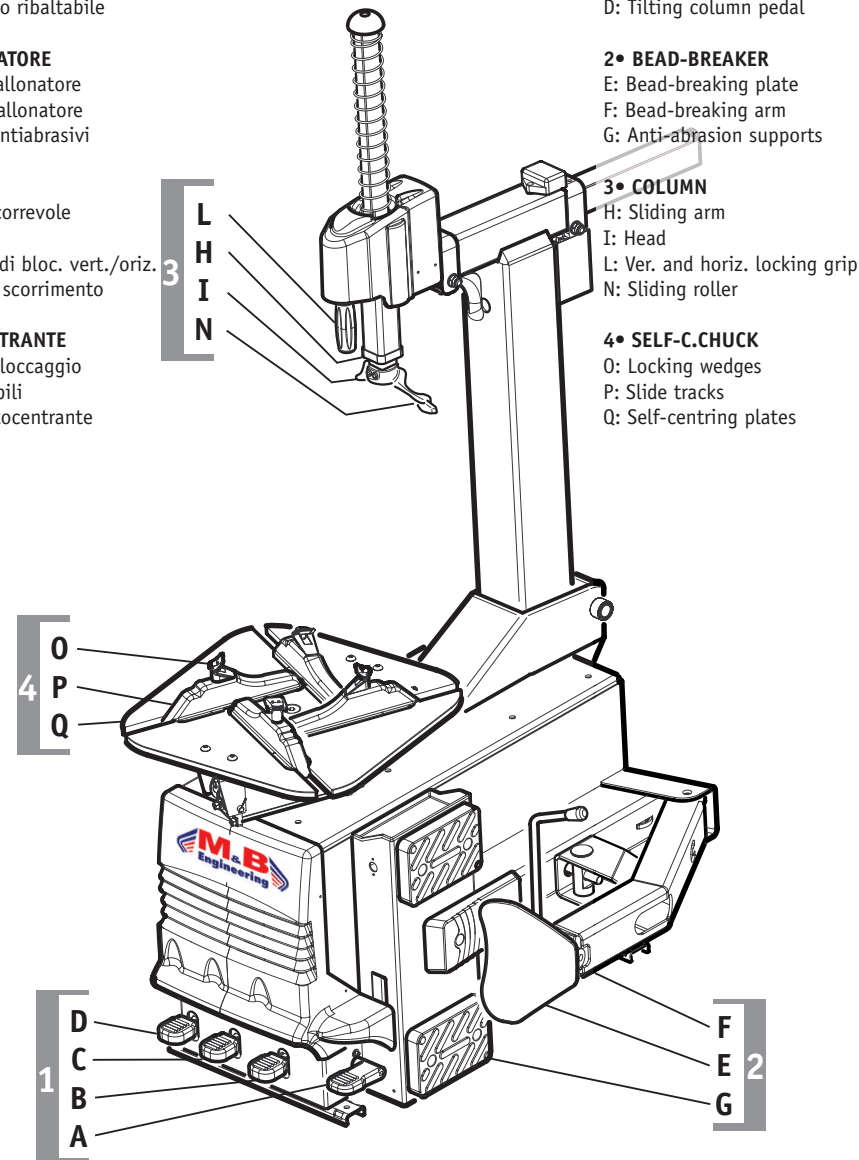

fig.1
PEDALIERA (fig.1) (1)
STALLONATORE (fig.1) (2)
GRUPPO PALO (Fig.1) (3)
AUTOCENTRANTE (Fig.1) (4)
PEDAL CONTROLS (fig. 1)(1)
BEAD BREAKER (fig. 1) (2)
COLUMN UNIT (Fig.1) (3)
SELF-CENTERING CHUCK (Fig.1) (4)
PEDALIER (fig.1) (1)
AUTOCENTREUR (fig.1) (4)
FÜRSCHALTUNG (Abb. 1) (1)
ABDRÜCKER (Abb.1) (2)
TRAGSÄULENGRUPPE (Abb.1) (3)
SELBSTZENTRIERER (Abb.1) (4)
JUEGO DE PEDALES (fig.1) (1)
DESTALONADOR (fig. 1) (2)
UNIDAD COLUMNA (fig. 1) (3)